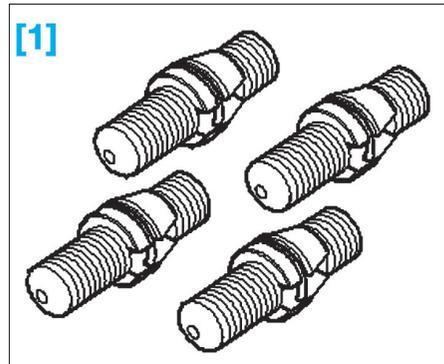

FIG. 23
- [1]. Arrêteur Ref. T10096 (Fig.23).